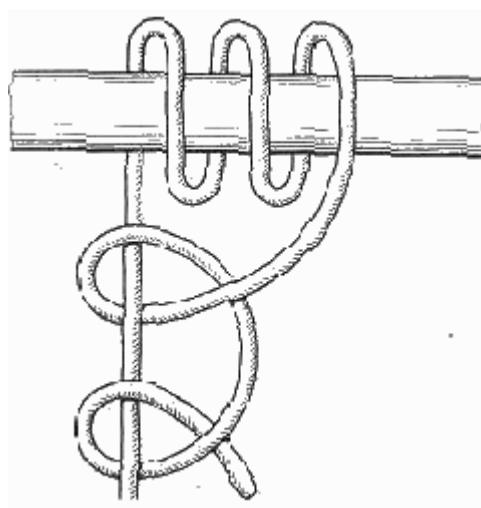

Рис. 13. Простой штык с двумя шлагами
**Простой штык с двумя шлагами** (рис. 13). Фактически это тоже разновидность простого штыка. Отличие от предыдущего узла – дополнительный, третий шлаг. Он увеличивает прочность узла, если трос испытывает постоянное трение о кнехт или битенг. Крепление троса к гаку с применением этого узла – весьма надежный способ.